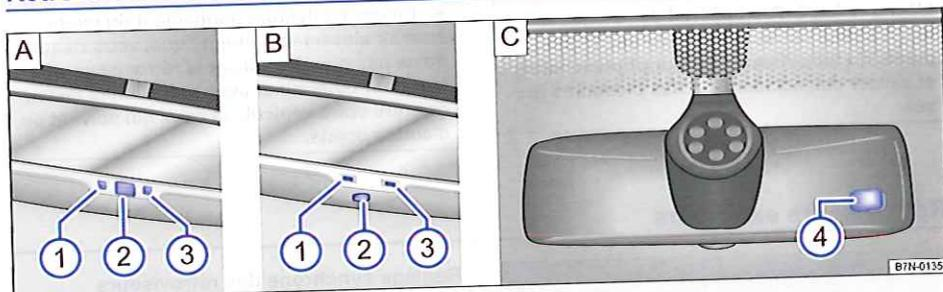

Fig. 96 Sur le pare-brise : rétroviseur intérieur photosensible.
Légende de la fig. 96 :
- ① Témoin de contrôle
- ② Commande
- ③ Dispositif de détection de l'incidence de la lumière venant de l'arrière.
- ④ Commande de détection de l'incidence de la lumière venant de l'avant.
Vous pouvez activer et désactiver la position nuit automatique à l'aide de la commande intégrée au rétroviseur intérieur  $\Rightarrow$  fig. 96 A ② ou  $\Rightarrow$  fig. 96 B
②. Lorsque le mode anti-éblouissement automatique est activé, le témoin de contrôle A ① ou B ① s'allume.
- Un capteur dirigé vers l'habitacle, qui mesure l'incidence de la lumière venant de l'arrière  $\Rightarrow$  fig. 96 A ③ ou  $\Rightarrow$  fig. 96 B ③.
- Un capteur dirigé vers le pare-brise qui mesure l'incidence de la lumière venant de l'avant  $\Rightarrow$  fig. 96 C ④.